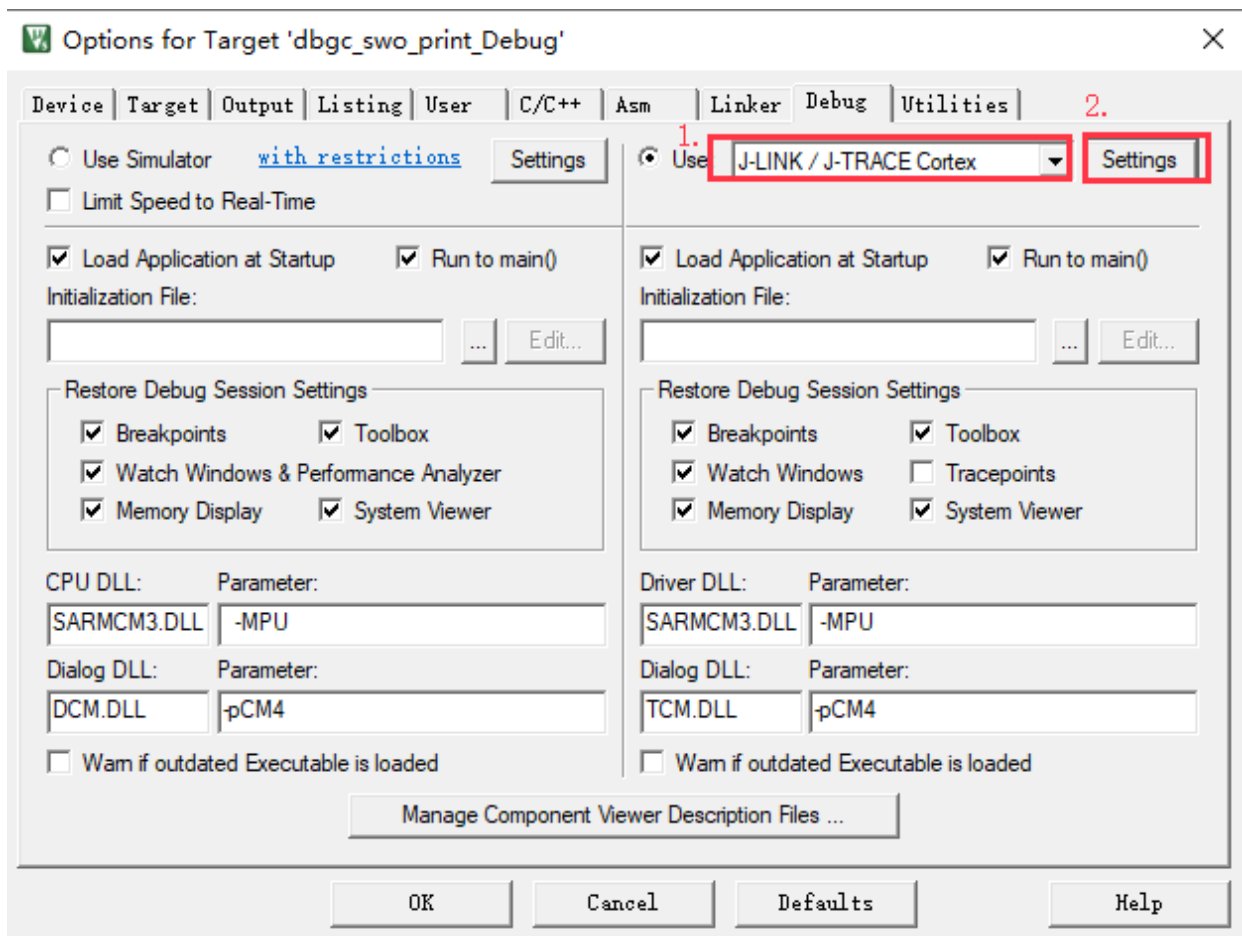

图 4-1 Options 窗口
- Options -> Debug 选项中选择 J-Link/J-Trace，然后点击“Settings”，如图 4-1 所示，或其他支持 SWO 的调试接口，本文中以 J-Link/J-Trace 为例。